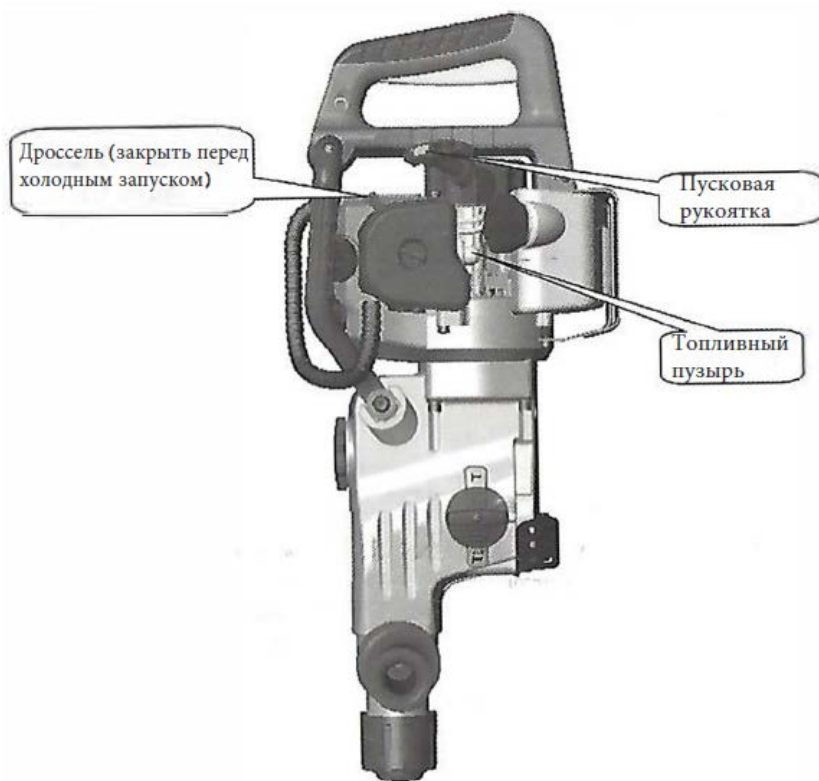

Рис. 4
5.1 Перед началом использования инструмента (или после продолжительной остановки) нажмите несколько раз прозрачный клапан ручного топливного насоса, пока карбюратор не заполнится топливом (Рис. 4).